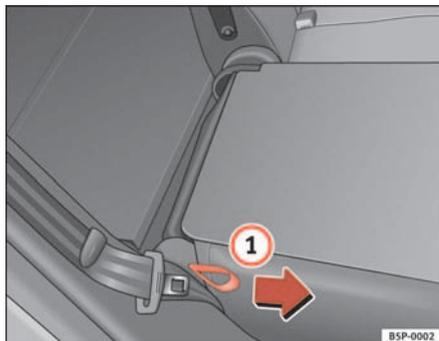

Fig. 99 Rabattre ou relever le dossier des sièges arrière
- Tirez sur la dragonne sur le côté de la banquette ⇒ fig. 99 ①